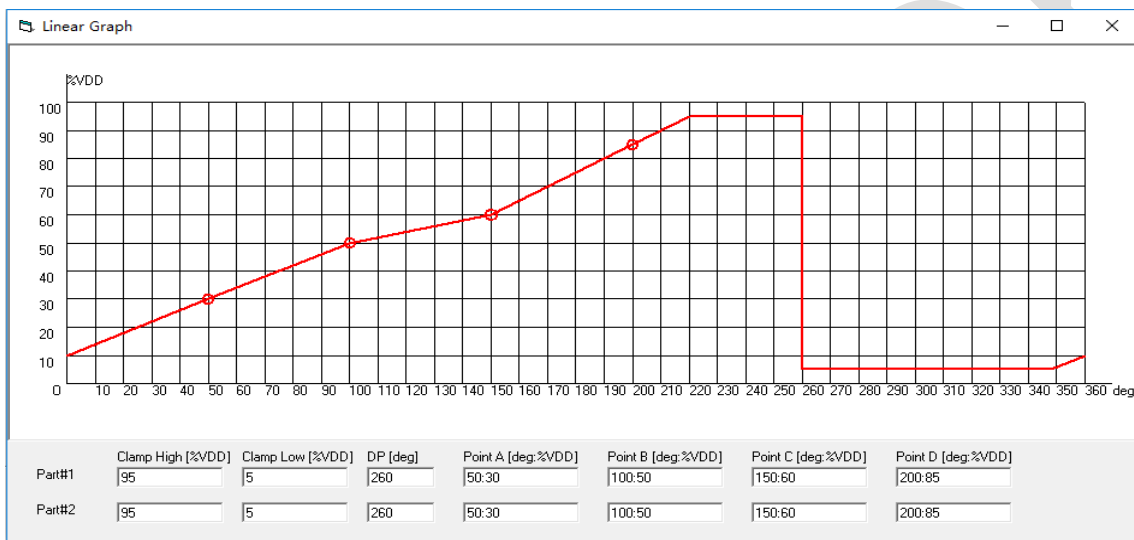

图 4.1.5 Linear Graph 界面
4、Linear Graph 按钮为当前界面配置及其输出理论值曲线，图 4.1.5；View Output 按钮为芯片当前状态下 OUT 输出值（百分制）及对应的角度值，图 4.1.6，可以点击 Part#1 及 Part#2 切换显示第几个 SITE 的输出信号；点击 Program 按钮，将当前界面配置烧写入芯片 ROM 中；Comm Lock 可使芯片通信功能锁定，使其不能再做编程通信；Advance 按钮可以打开芯片寄存器的读写功能，可以针对多个指定寄存器做数据读写操作，可选择 SITE1 或 SITE2 芯片，图 4.1.7。